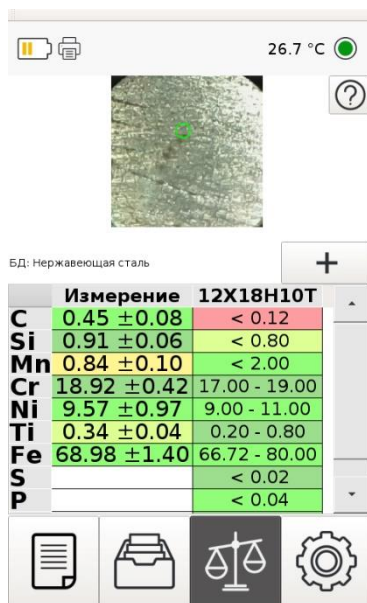

Рисунок 13 Окно измерений в режиме сравнения с маркой
5.4.7.6. В данном режиме в правой части таблицы концентраций химических элементов отображается состав выбранной марки материала, а в левой части фактически измеренные значения исследуемого образца (Рисунок 13).